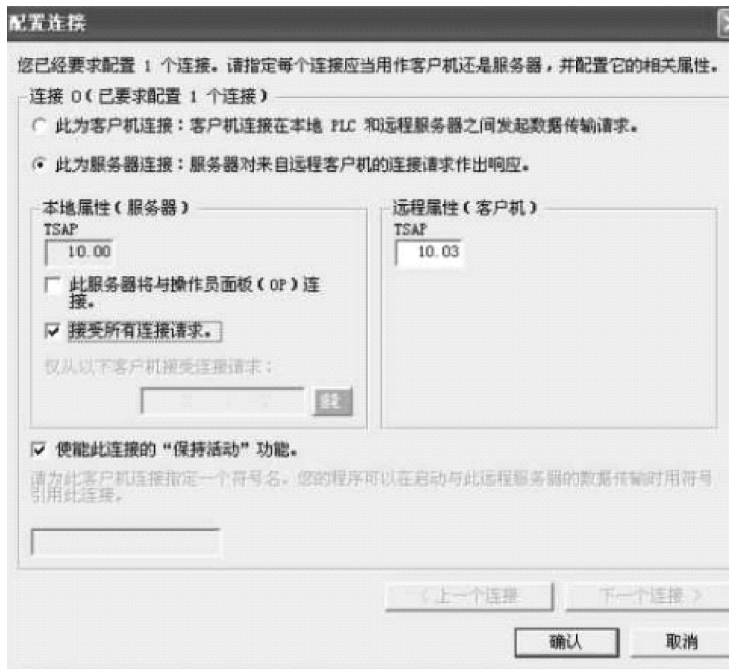

图 7-59 打开以太网向导
- 第二个字节定义了机架上 CP 槽号，本例服务器是 16#00，在 00 位置上。客户机的 TSAP 是 10.03，如图 7-59 所示。